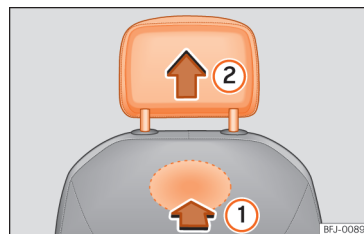

Fig. 70 Encosto de cabeça dianteiro: desmontagem.
- Para desbloqueá-lo, procure o entalhe situado na parte traseira do encosto na zona marcada e pressione no sentido da seta »» Fig. 70 ①.
- Retire o encosto de cabeça no sentido da seta ②.